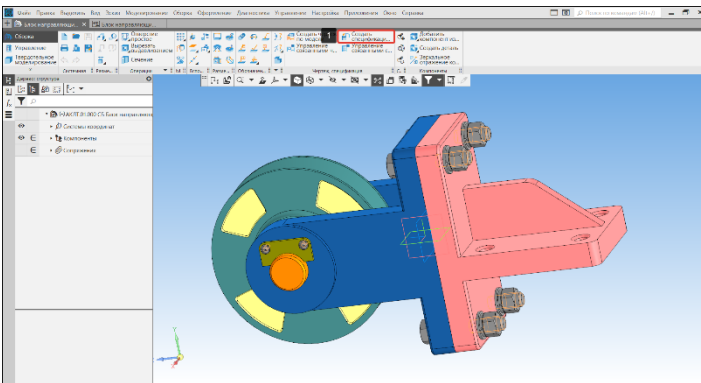

Рисунок 364 – Команда Создать спецификацию
- В панели Чертеж/спецификация выберем команду Создать спецификацию (1) (Рисунок 364);